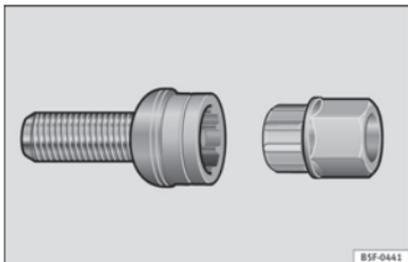

Fig. 162 Vite antifurto con cappuccio ed adattatore.
- Innestare l'adattatore nella vite antifurto, spingendolo fino in fondo »» **fig. 162**.